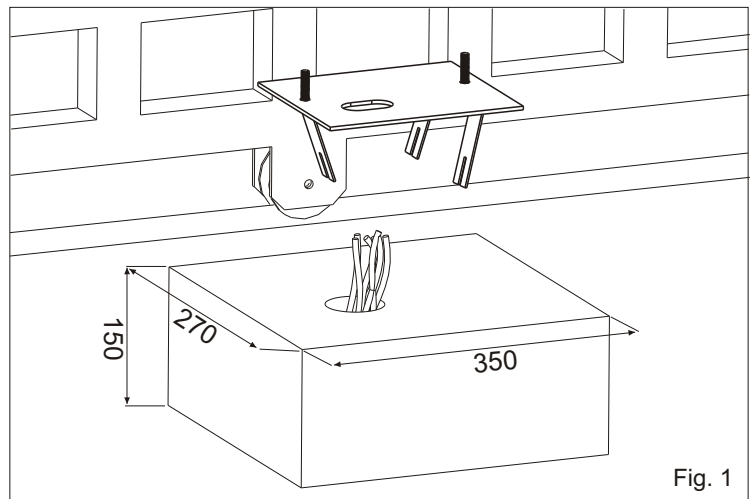

Fig. 1
**2.1.** Predisponer según la medida indicada en la Fig. 1 una plazoleta de cemento dentro de la cual vendrá murada una placa de fundación y los pernos de anclaje N.B. Es oportuno, cuando la estructura de la cancela lo permite, levantar la placa del pavimento al menos de 50 mm. para evitar eventuales retenciones de agua.